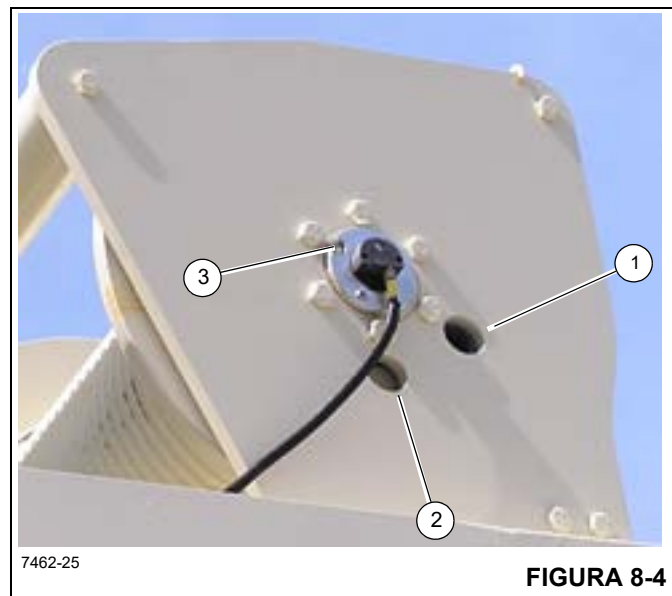

FIGURA 8-4
- Gire o tambor até que o bujão de enchimento/nível (1, Figura 8-4) seja visível pelo furo de inspeção.
- Remova o bujão de enchimento/nível (1) e verifique visualmente o nível de óleo. O óleo deve estar nivelado com a parte inferior do furo de inspeção. Se precisar de mais óleo, adicione e reinstale o bujão de enchimento/nível.
- Para drenar ou adicionar novo óleo, remova o bujão de ventilação (3, Figura 8-4). Remova o bujão do dreno (2) com uma chave sextavada e aparafuse um tubo de 1 polegada no furo do bujão do dreno (2) para que o óleo seja drenado. Drene o óleo hidráulico. Retire o tubo de drenagem de 1 polegada e instale o bujão do dreno (2).
- Para abastecer com óleo, gire o tambor para que a porta de enchimento/nível (1, Figura 8-4) fique visível através do furo superior. Para ajudar a adicionar o óleo, instale no furo de abastecimento (1) um tubo de 1 polegada com cotovelo. Retire o bujão de enchimento/nível com uma chave sextavada e abasteça a caixa de engrenagens com 3,3 l (3.50 qt) de óleo lubrificante de engrenagens. Consulte "Lubrificação" na página 8-4.